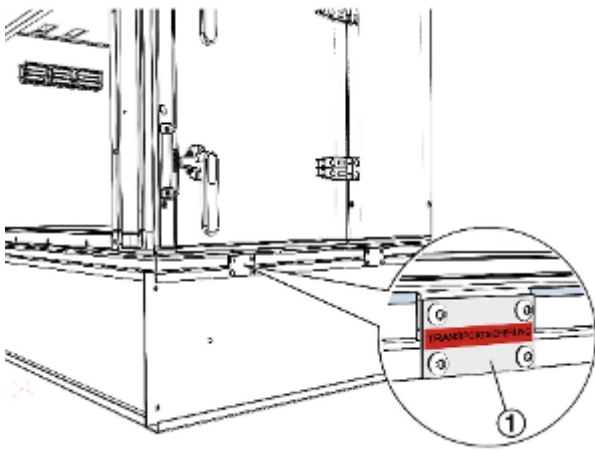

Abb. 10: Transportsicherung bei Geräten mit schwingungsdämpfendem Rahmen
- 1 ▶ Schrauben an den Transportsicherungen (Abb. 10 /1) mit Werkzeug (TX30) lösen und die Bleche entfernen.